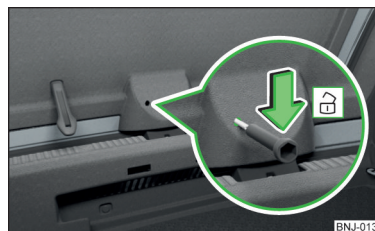

Fig. 285
- Introducir un destornillador o una herramienta similar hasta el tope en la apertura del revestimiento de trampilla » fig. 285.